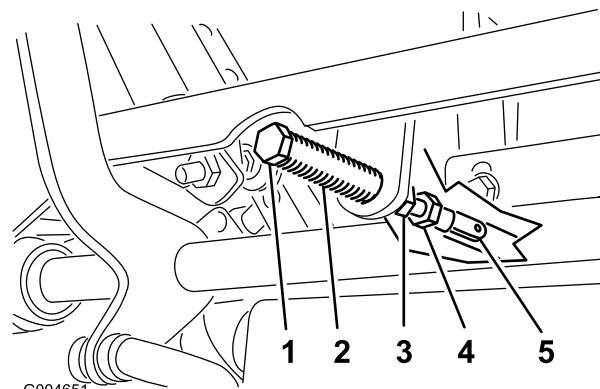

図 50
5. クレビスピンピボットシャフトの上のアームについているがスロットの端部に接触するスプリングに圧力が掛かり始める位置まで、図 50 のようにレバーを手前に引く。
7. 調整が必要な場合は、ジャムナットをゆるめて調整ナットをヨーク側に移動できるようにする(図 50)。
8. コントロールレバーを軽く手前後退側に引きながら、調整ボルトを回して、コントロールレバーがちょうどニュートラルロック位置にくるように調整する(図 50)。
9. ナットとジャムナット(図 50)を締め付ける。
10. ボールジョイント部でジャムナット(図 50)を締めつける。